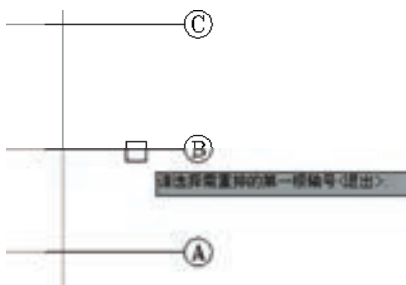

图 2-59 选择轴号
3) 在命令行提示“请选择需重排的第一根轴号”时, 选择轴号为 B 的轴号标注, 结果如图 2-59 所示。